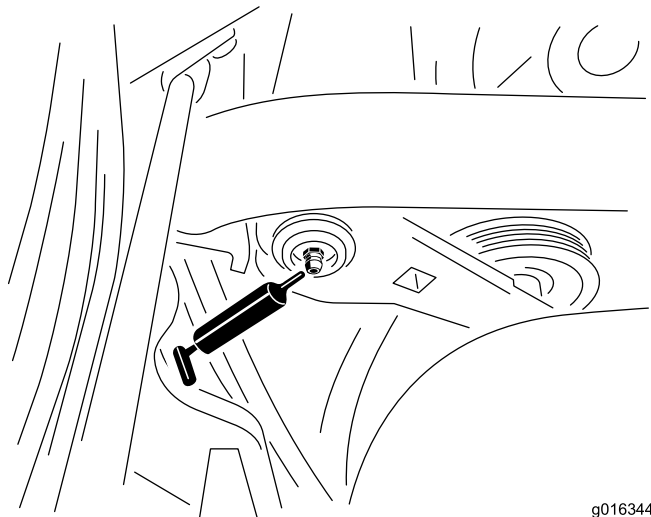

Figura 43
1. Pulite i raccordi di ingrassaggio in modo da evitare che corpi estranei possano entrare nel cuscinetto o nella boccia (Figura 43).